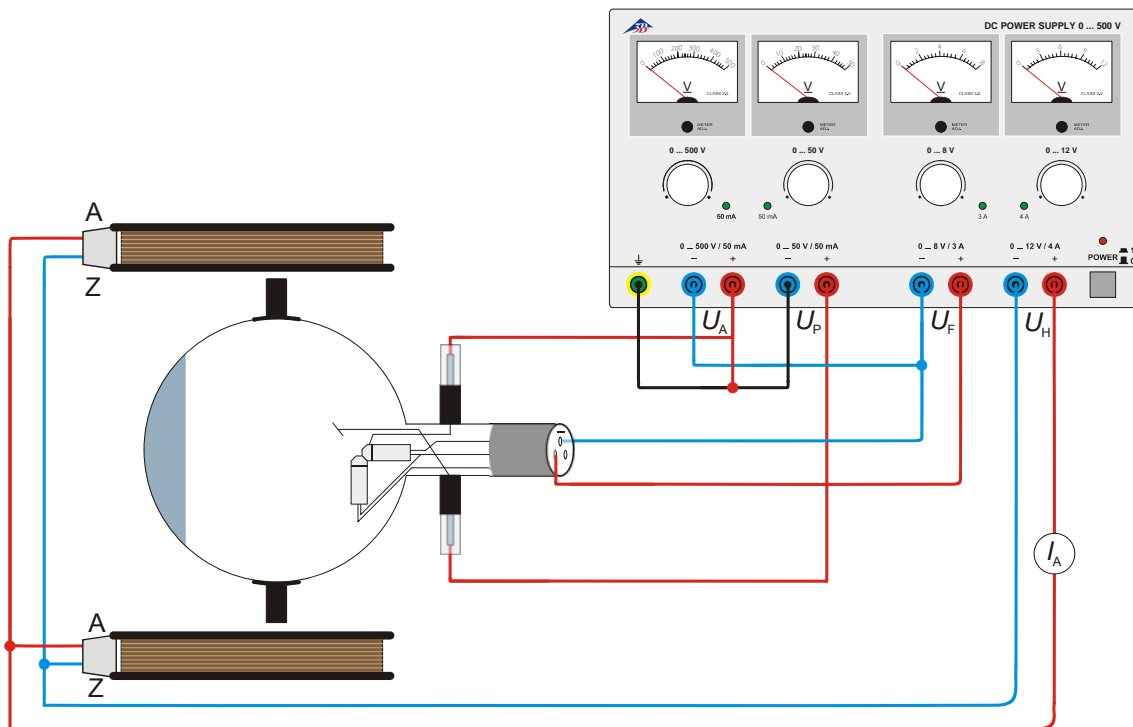

Fig. 4 Bestimmung von e/m mittels der axialen Elektronenkanone
- Beschaltung der Röhre gemäß Fig. 4 vornehmen.